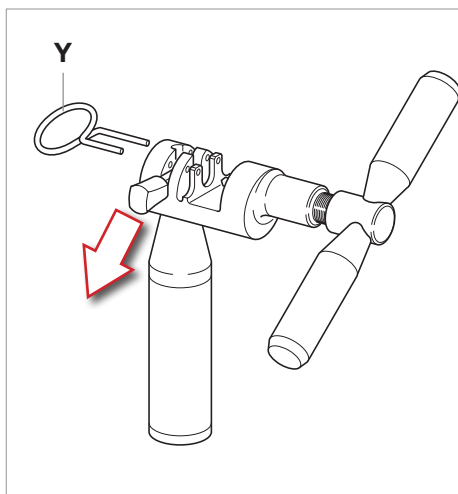

Abb.15
- Bereiten Sie das Werkzeugs UT-CN400 vor, indem Sie die Stellasche auf Verschließen stellen (Y - Abb. 15).